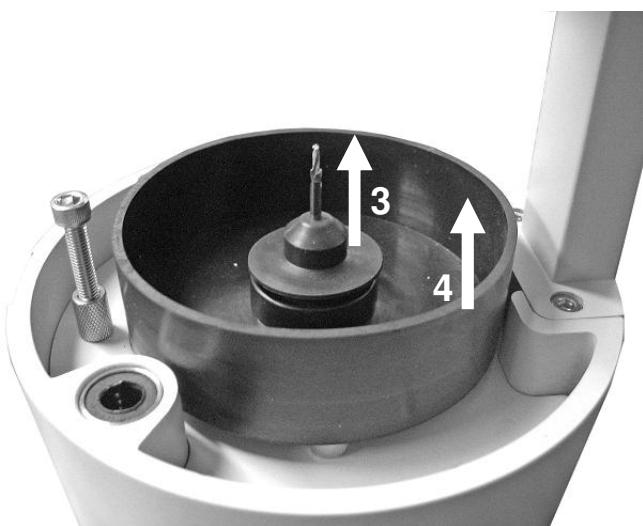

Fig. 2 / Abb. 2
2. Retire la pieza de goma (3) que cubre el portabrocas (Fig. 2).
3. Retire también el depósito de goma para el polvo (4) (Fig. 2) con cuidado de no dañar la broca.